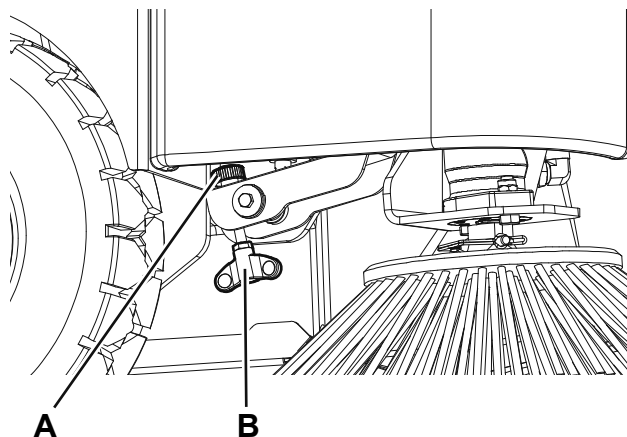

Figure 5
6. Pour effectuer le réglage, desserrer la poignée (A, Fig. 5) et agir sur l'écrou papillon (B) du balai latéral en considérant que :